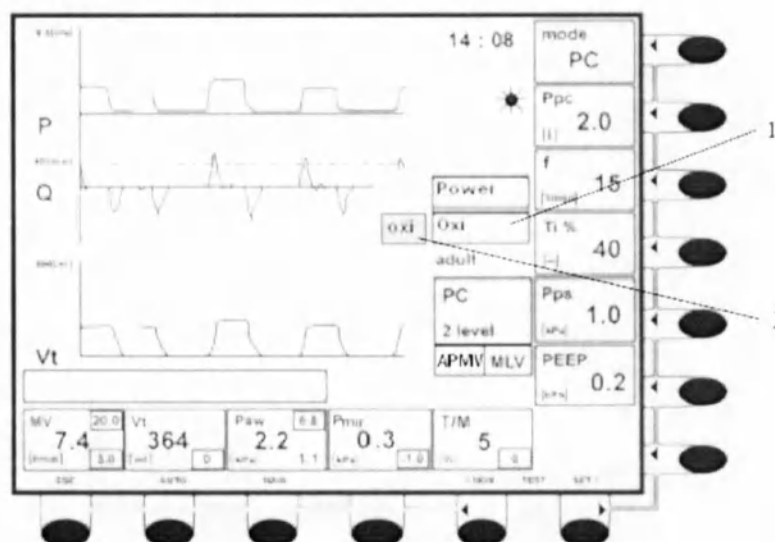

Рис. 43
В тех случаях, когда необходимо кратковременно увеличить концентрацию O_2 в дыхательной смеси до 100% в любом вентиляционном режиме, например, перед началом санации трахеобронхиального дерева пациента, аппарат предлагает функцию «Oxi». Активация данной функции мгновенно увеличивает концентрацию O_2 в дыхательной смеси до 100% на 3 мин с информацией для персонала о текущем процессе на дисплее (см. рис. 43).
После нажатия клавиши «Меню» (9 – рис. 4), откроется расширенное меню (см. рис. 5, или рис. 43 поз. (1)).
1. При повороте поворотного-нажимного манипулятора, на экране начнут появляться разрешенные для редактирования поля - в данной ситуации надо выбрать поле (1).
2. Подтвердив выбранное поле нажатием поворотного-нажимного манипулятора, автоматически включается функция «Oxi» – появляется индикатор (2) и меняется цвет поля для редактирования (1) на зеленый. Функция «Oxi» автоматически завершается по истечении 3 мин. Существует возможность сократить продолжительность преоксигенации по желанию персонала, снова подтвердив (нажав поворотный-нажимной манипулятор) функцию «Oxi».